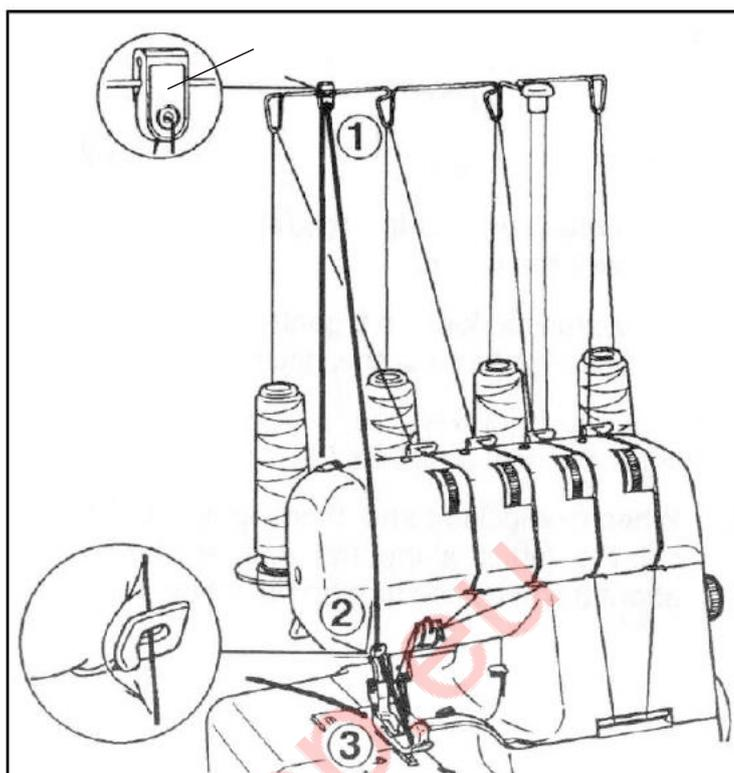

Fig. 1
Estrarre il convertitore come mostrato in fig. 1. Montare il convertitore due fili sul gancio superiore come mostrato nelle figure 2 e 3. Rimuovere l'ago destro ed usare l'ago sinistro. Puntare l'ago appena rimosso nel cuscinetto dove viene normalmente riposto il convertitore (fig. 4).
L'ampiezza taglio sovraorlo può essere regolata da 4 a 7 mm. Ruotando semplicemente la manopola secondo il tipo di stoffa. L'ampiezza è regolata in fabbrica sul valore standard di 6 mm. Ruotare la manopola verso "5" se l'orlo della stoffa si arrotola durante la cucitura (Fig.1). Ruotare la manopola verso "7" se il cappio risulta lontano dal bordo del tessuto (Fig.2).
3. Ruotare il tessuto, abbassare il piedino pressore e cominciare a cucire nella nuova direzione. Fig.1
1. Porre la guida del cordone sul sostegno guida filo. (Fig. 1).
2. Porre un cordone quale cotone da crochet, lana, filo di maglia o filo elastico, dietro il perno della spola di filo. Far passare il cordone attraverso il guida filo ago di sinistra (3) vedere Fig. 1